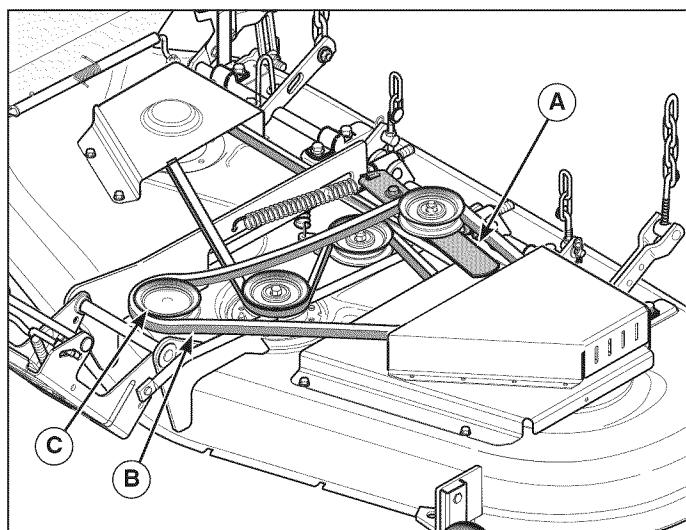

Figura 17
4. Tire de la palanca de la polea tensora (A, Figura 17) para liberar la tensión de la correa. Retire la correa (B) de la polea del PTO (C).